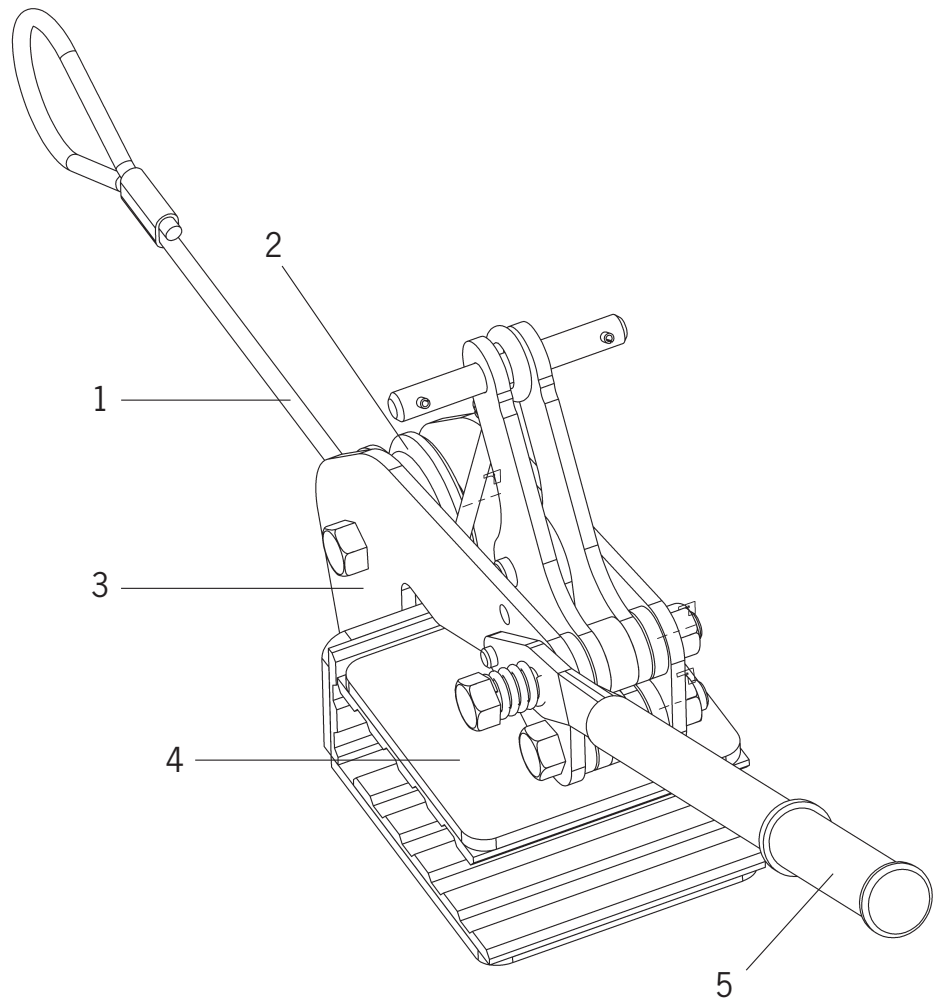

Fig. 7
- Contrôler l'usure et la détérioration des mâchoires fixes et des mâchoires de serrage (Fig. 7). Les profilés doivent être propres.